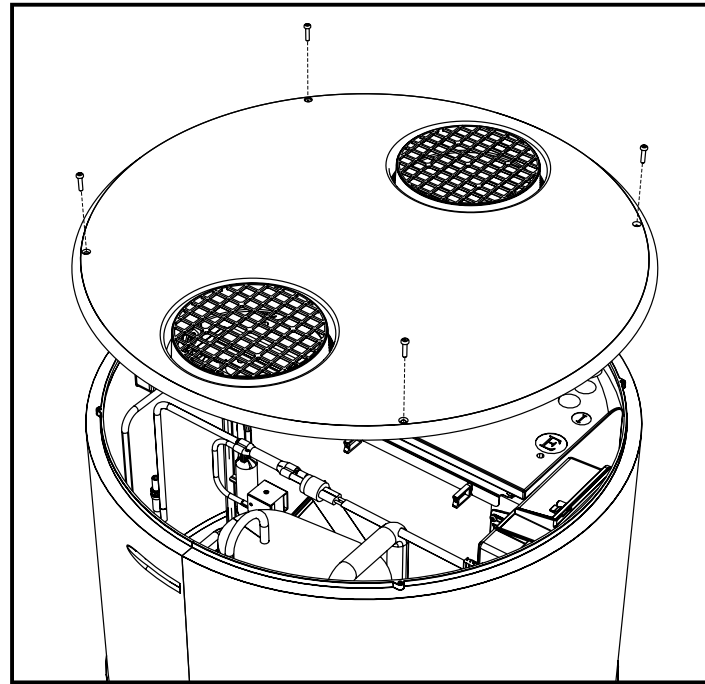

fig. 29- Rimozione del coperchio superiore
- Rimuovere il coperchio superiore svitando innanzitutto le viti di bloccaggio (fig. 29).